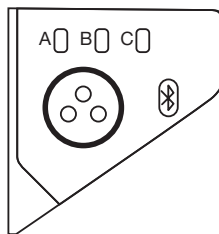

Fig. 14
- Para ver la configuración de color actual, presiona y suelta rápidamente el botón TRI-COLOR. La configuración actual destellará. Para cambiar la configuración, presiona el botón TRI-COLOR repetidamente para mover el LED que destella al color deseado (Fig. 14).